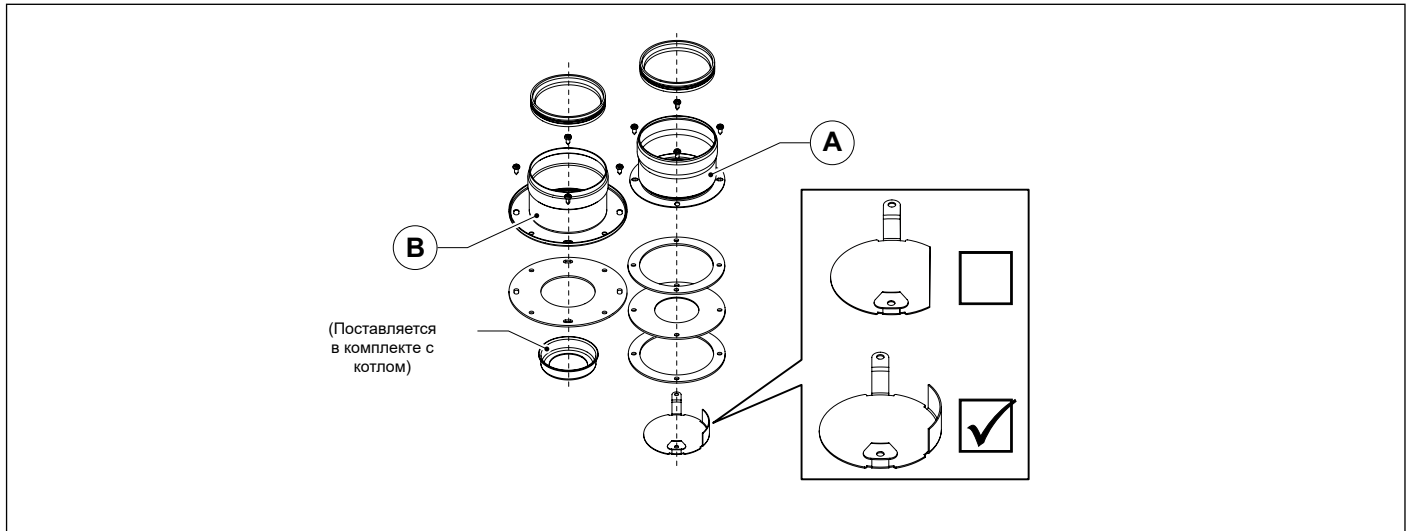

Рис. 21 0SDOPPIA13
- Смонтируйте соответствующий дефлектор воздуха (смотри Рис. 21 0SDOPPIA13).
- Смонтировать соответствующий дефлектор воздуха (смотри Рис. 21 OSDOPPIA13).